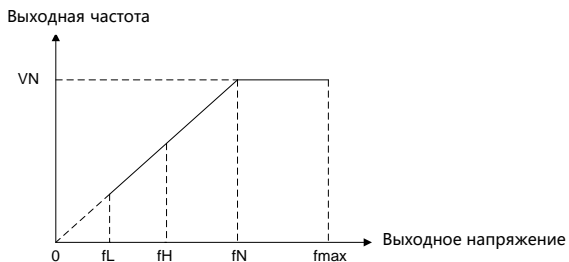

Рис. 6-8
- Отношения максимальной частоты, верхней граничной частоты, нижней граничной частоты по величине приведены на рис. 6-8, надо обращать внимание на их порядок настройки.